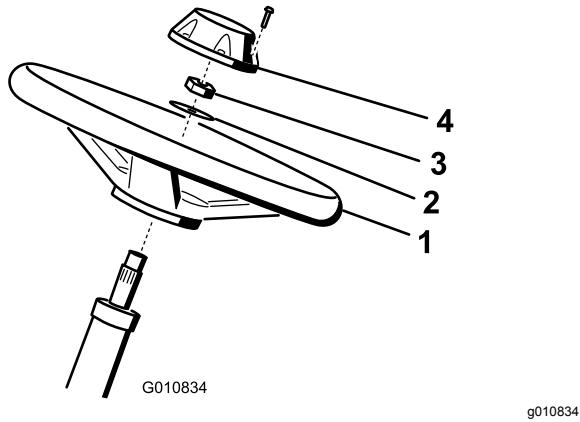

图5
- 将方向盘滑入转向轴 图5。
- 将垫圈滑入转向轴 图5。
- 使用锁紧螺母将方向盘固定到转向轴上上紧扭矩至 2735N·m 图5。
- 将中心盖安装到方向盘上并用 6 个螺栓固定 图5。